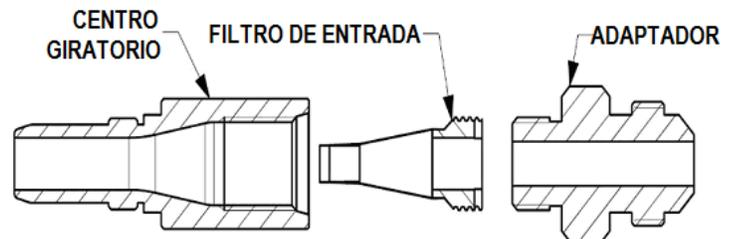

Figura 6: Filtro de entrada
5. **Como sea necesario:** Inspeccione y sustituya el filtro de entrada del boquerel para garantizar una utilización correcta del mismo (Figura 6)